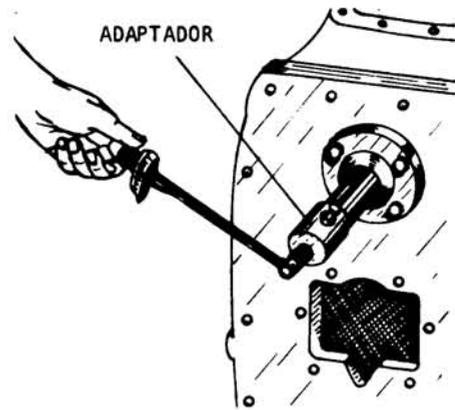

Fig. 3
- a Instale una llave de torsión o un dinamómetro en el eje de salida (fig. 3).